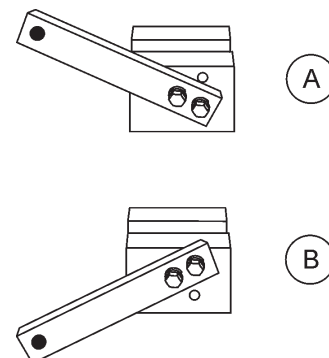

Abbildung 41. Einstellung des Glättarms
2. Stellen Sie sicher, dass der Befestigungsarm für die Drehung Ihres Glättarms wie in Abbildung 41 richtig eingestellt ist (oben oder unten).